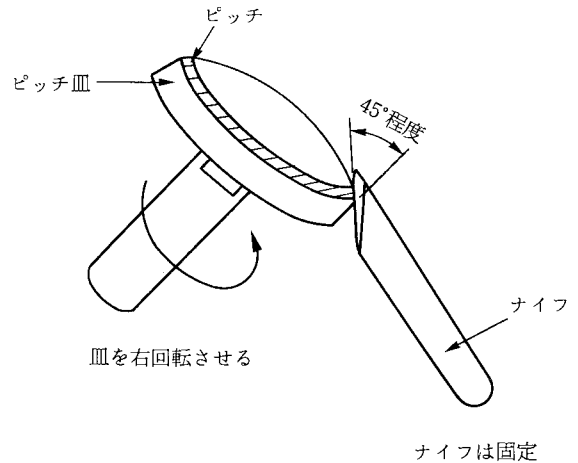

図1-4 ピッチの切り取り
- ① ピッチを加熱溶解し泡が消えるまで温度を下げる。
- ② ピッチ皿をガスコンロなどで表面を平均に加熱する（約60°C目安）。
- ③ 水平に置いたピッチ皿の中心にピッチを流し込む。
- ④ 放置する（ピッチが少し変形する程度）。
- ⑤ ピッチ皿に皿柄を取り付ける（写真1-13）。
- ⑥ ピッチ皿を押し皿に軽く押しつける。
- ⑦ ピッチ表面を全面平均に軽く加熱する。
- ⑧ 押し皿にピッチの偏肉を調整しながらピッチを押し伸ばす（写真1-14）。
⑦～⑧を、ピッチがピッチ皿より2mm程度はみ出すまで繰り返す。
- ⑨ ナイフを加熱する。
- ⑩ ピッチをナイフで内側に斜めに切り取る（図1-4）。
- ⑪ ピッチ表面を軽く加熱する（ピッチの径は、レンズ貼付径と同径程度）。
- ⑫ 押し皿に軽く押し回転し、全面あたるまで合わせる。
- ⑬ 水に入れ冷却後、はずす（写真1-15）。